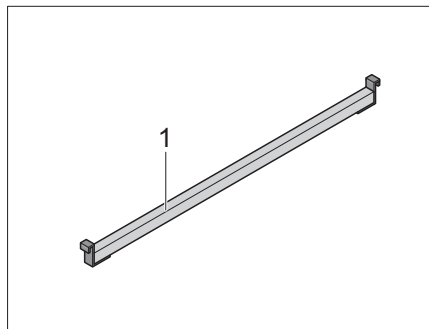
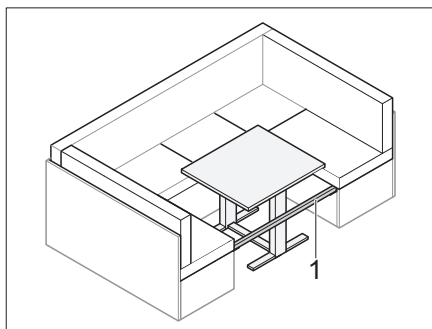

Bild 68 Extralist
Bild 69 Inlagd list
- Sätt in extralist (Bild 68,1) mellan bänksätena (Bild 69).